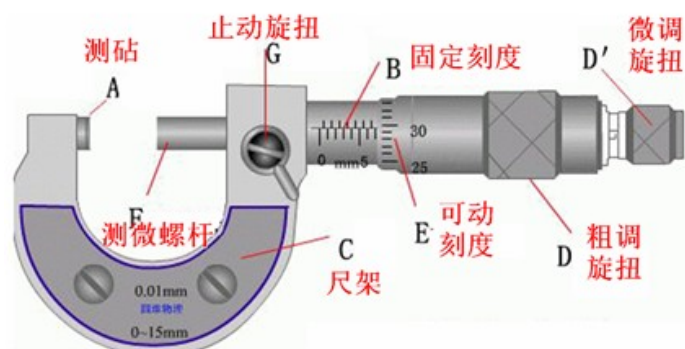

图 3 螺旋测微器示意图
- 4、最终读数结果为固定刻度+半刻度+可动刻度。（图 3 中读 7.294mm）